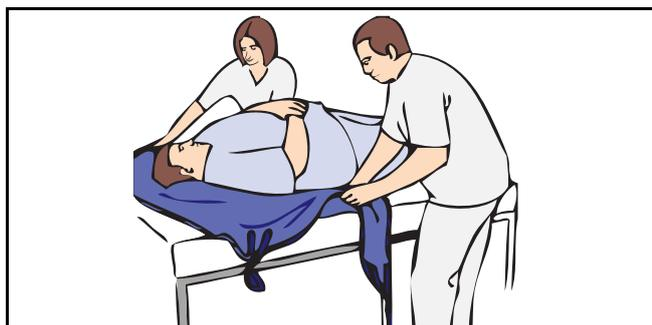

Fig. 24
- 1) Placer le harnais autour du patient comme indiqué au paragraphe « Mobilisation depuis le lit » (voir Fig. 23 et Fig. 24).